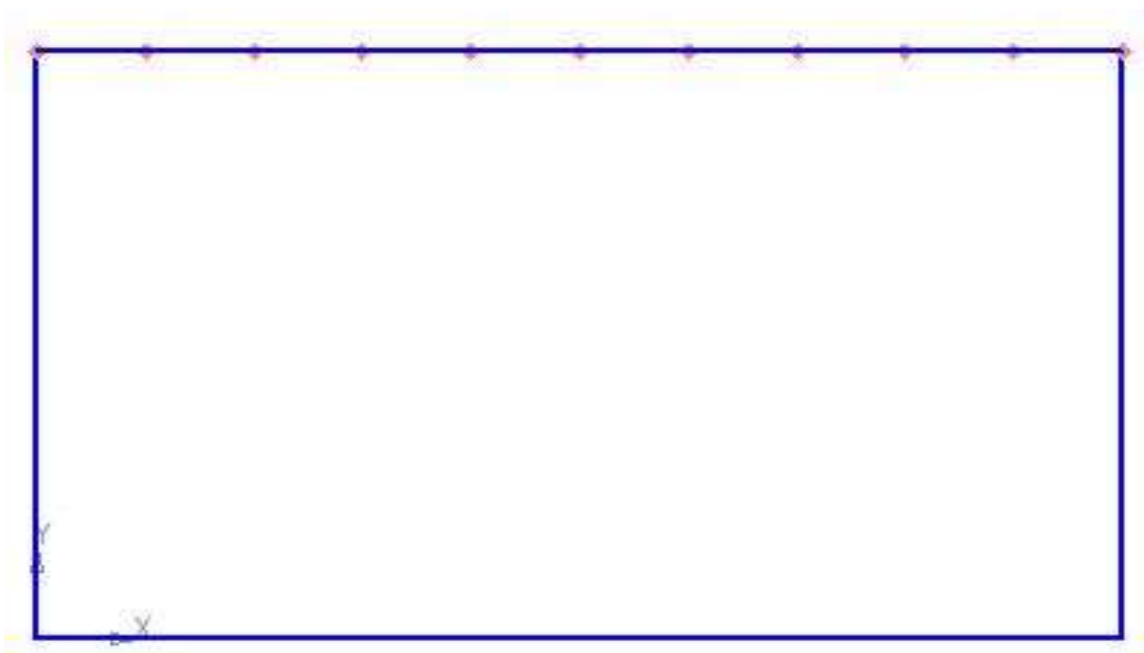

Рис. 4.28
- Укажите сторону прямоугольника, по которой нужно проставить точки (щелкнуть **ЛКМ**). Обратите внимание: подводя курсор мыши к стороне прямоугольника, она изменяет цвет. Система равномерно расставила точки, разделив одну из сторон прямоугольника на заданное количество равных участков (рис. 4.28).